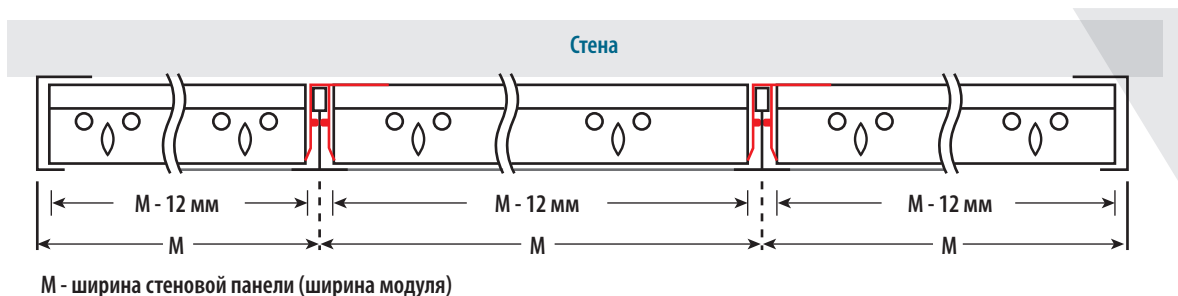

Рис. 9
- 2.4.** Окончательно зафиксируйте панели при помощи T24-профиля. При верном размещении должен прозвучать щелчок "Клик". Стыковка П-профиля и T24-профиля должна быть осуществлена внахлест. Горизонтальные T24-профили должны быть обрезаны до размера М-12 мм (Рис. 9).